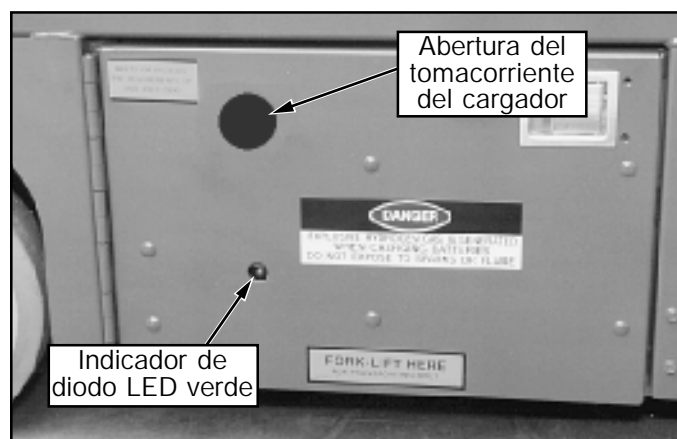

Figura 6: Módulo del chasis, lado derecho
3. Conectar el cordón de extensión, conductor de calibre 12 (1,5 mm2) mínimo y de 15 m (50 pies) de largo máximo, al tomacorriente del cargador a través de la abertura del lado izquierdo del chasis (Figura 6). Conectar el otro extremo del cordón de extensión a un tomacorriente debidamente conectado a tierra del voltaje y frecuencia correctos.